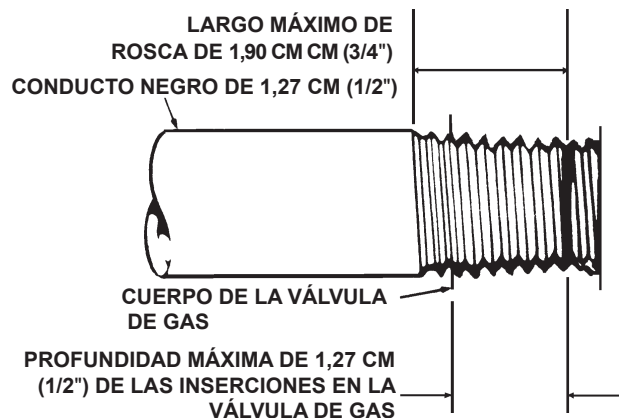

Figura 6. Requisitos de conexión de la válvula de gas
- Las roscas macho del conducto que se instalará en la válvula de gas deben cumplir con los requisitos de la Figura 6. Las roscas que superen la longitud de las que se muestran en la figura pueden provocar la distorsión y el funcionamiento indebido de la válvula de gas.
⚠ ADVERTENCIA: Si las roscas macho del conducto que se instalará en la válvula de gas no cumplen con los requisitos de la Figura 6, pueden producirse daños, distorsión y un funcionamiento indebido en la válvula de gas.